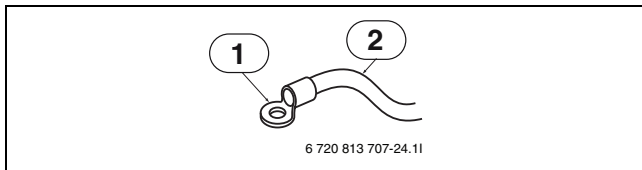

Fig. 27
- Utiliser des cosses (→Fig. 27) pour le raccordement de la terre à la carte de circuits imprimés principale.